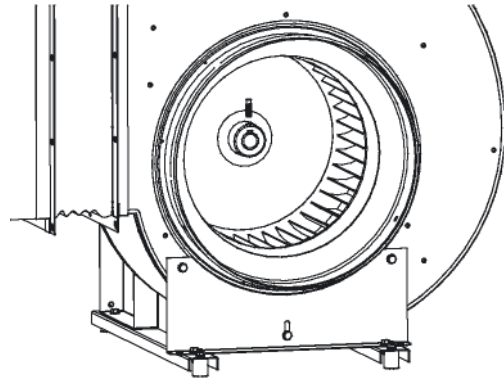

Fig. 4.10 GTLF-1 -020...050 Retire la fijación de la campana y la rueda del árbol motor
- Retire los tornillos de fijación de la campana (Fig. 4.10 y 4.11).